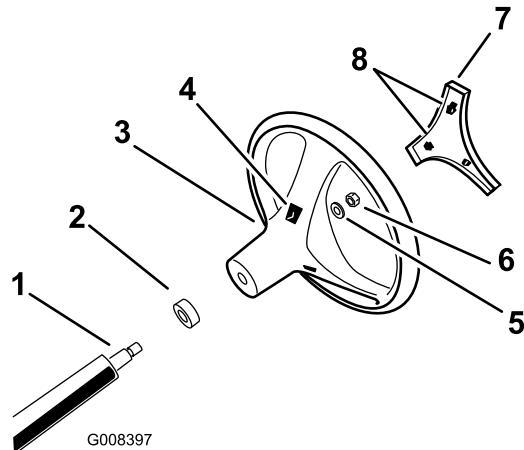

Figura 3
- Fissate il volante sul piantone usando il dado di bloccaggio (Figura 3). Serrate il dado di bloccaggio a una coppia di 24-29 N·m.
| 5. Allineate le linguette del coperchio alle fessure nel volante e fate scattare il coperchio sul mozzo del volante (Figura 3). | |